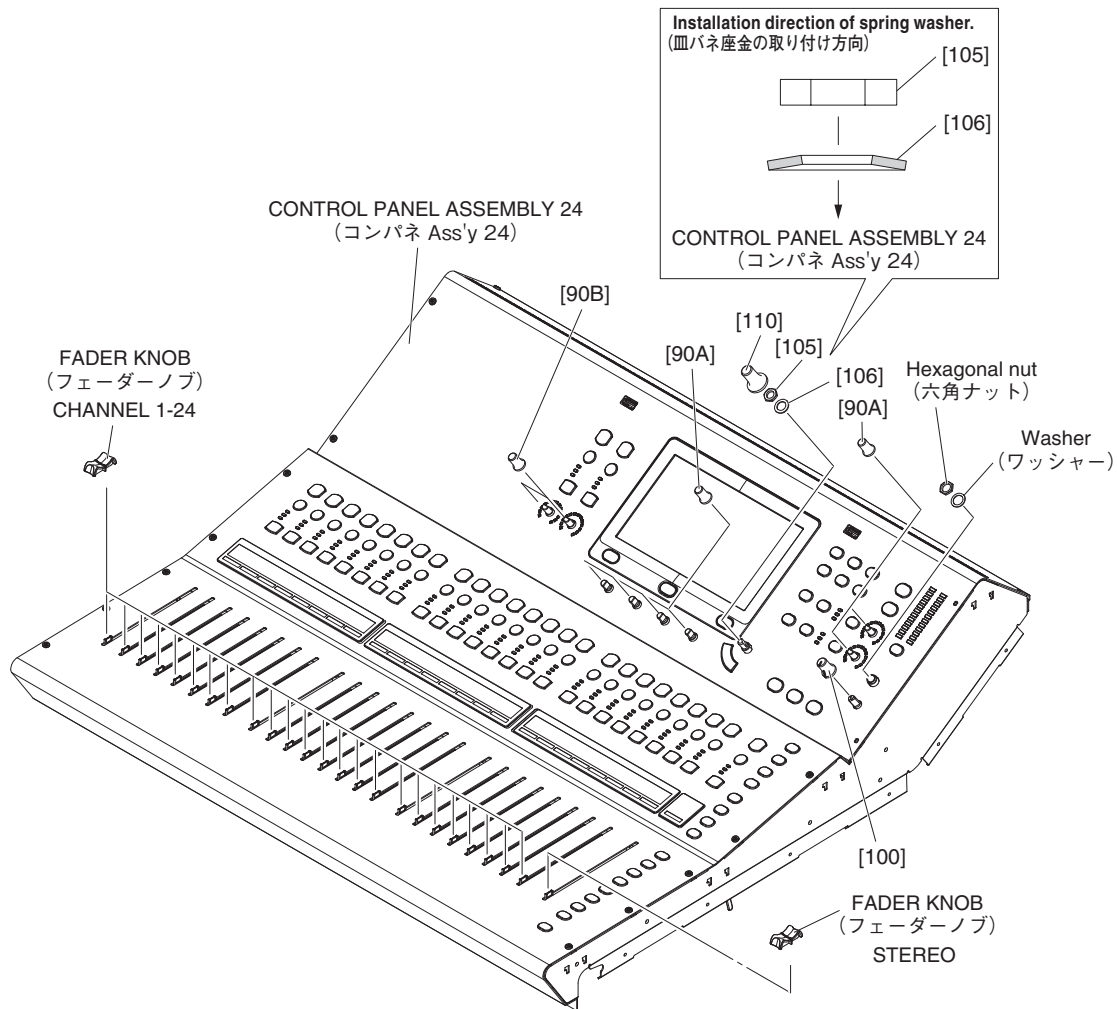

Fig. 18 (図18)
- B-3-3 Remove the knob marked [100], the hexagonal nut and the washer from the control panel side. (Fig. 18)
- B-3-3 コントロールパネル面より、[100] のノブ 1 個と六角ナット 1 個とワッシャー 1 個外します。(図 18)
- B-5-6 Remove the six (6) encoders marked [90A], the nut marked [105], the spring washer marked [106] and the TT knob marked [110] from the control panel side. (Fig. 18)
* **When installing the PNC circuit board, refer to Fig. 18 and take note of the direction of the spring washer marked [106].**
- B-5-6 コントロールパネル面より、[90A] のエンコーダ 6 個と [105] の管用ナット 1 個と [106] の皿バネ座金 1 個と [110] の TT ノブ 1 個を外します。(図 18)
- ※ PNC シートを取り付ける際は、図 18 を参照して [106] の皿バネ座金の向きに注意してください。
- B-6-3 Remove the two (2) encoders marked [90B] from the control panel side. (Fig. 18)
- B-6-3 コントロールパネル面より、[90B] のエンコーダ 2 個を外します。(図 18)